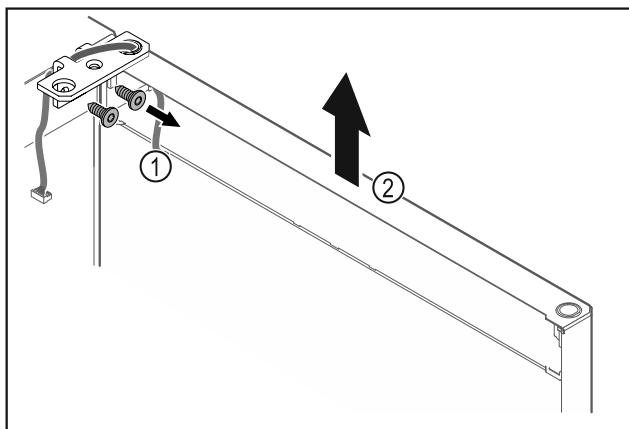

Fig. 26
- Atsukite šarnyrinį kampuotį Fig. 26 (1).
- Duris, jsk. šarnyrinį kampuotj Fig. 26 (2), pakelkite maždaug 200 mm tiesiai į viršų ir nuimkite.